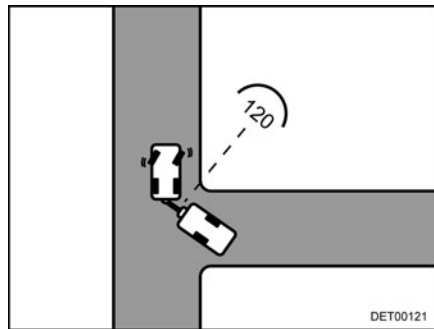

Fig. 13 Manoeuvre à effectuer
- Dès que les deux véhicules se trouvent dans un angle de 120° l'un par rapport à l'autre, s'arrêter (Fig. 13).